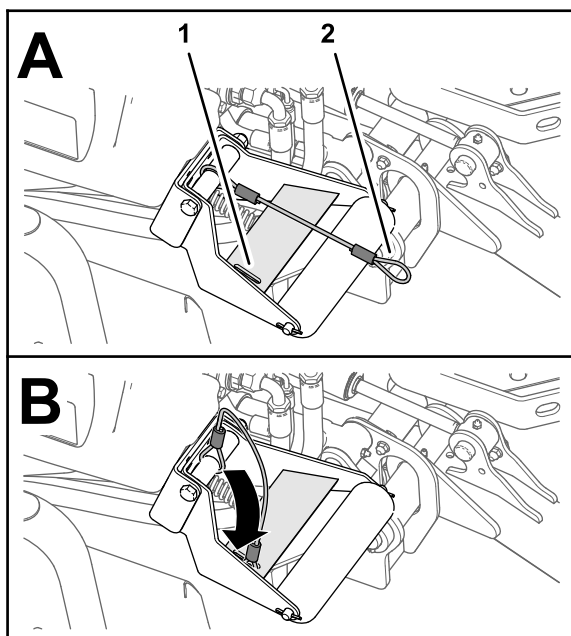

Figure 35
4. Les unités de coupe étant abaissées, enfilez la boucle du cordon dans la fente de la plaque de renfort du support de rouleau (Figure 35).